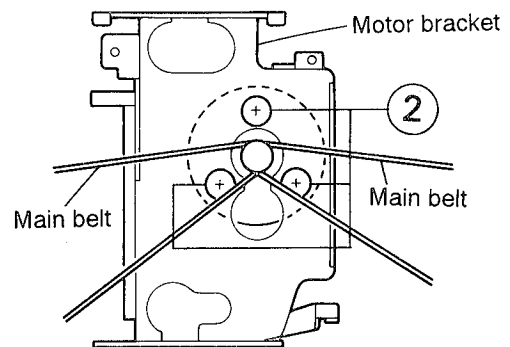

Fig. 2 - 18
■ Eject slide lever (Fig. 2 - 19)